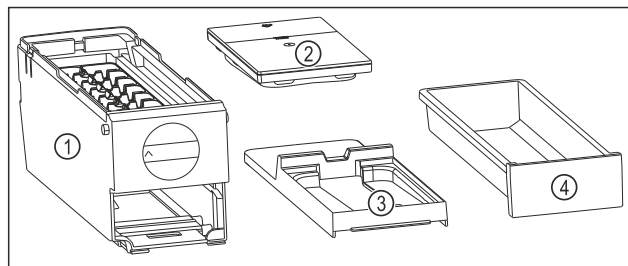

Fig. 80 Съставни части на EasyTwist-Ice
- EasyTwist-Ice е разглобен на четири части. (виж Fig. 80)
- Разглобявайте EasyTwist-Ice само на изобразените съставни части. (виж Fig. 80)
- Почистете корпуса на EasyTwist-Ice Fig. 80 (1) като едно цяло.